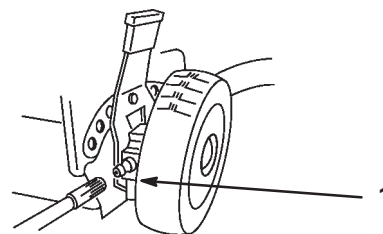

Figure 26
1. Essuyer les graisseurs des leviers de réglage de hauteur des roues arrière (Fig. 26) à l'aide d'un chiffon propre.